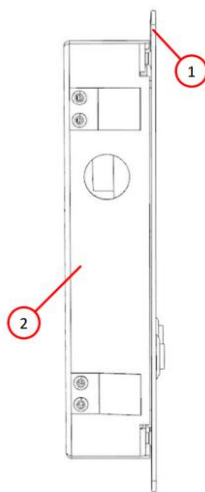

Рис. 2 – Сборка и монтаж вызывной панели. Вариант 2.
4. Панель (поз.1 рис.2) притягивается к корпусу (поз.2 рис.2) с помощью винтов с внутренним шестигранником, входящих в монтажный комплект.